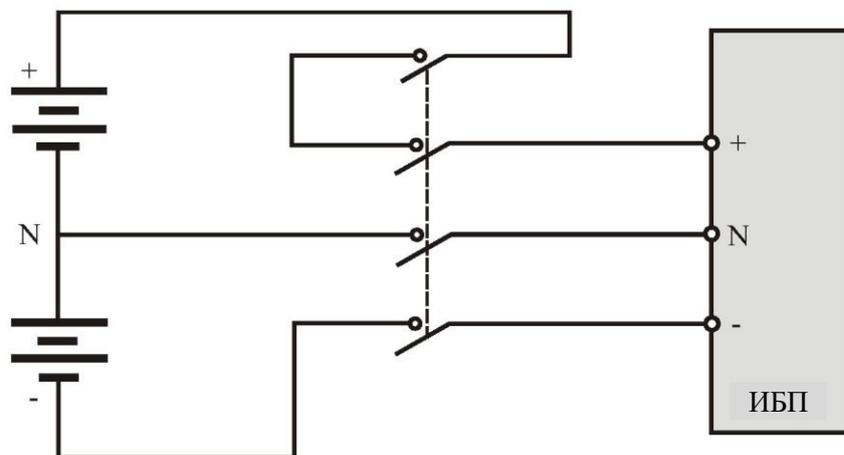

Рисунок 7-2. Схема подключения батарей, выключателя батарей и ИБП (трехпроводное подключение батарей, 30–44 батареи)
2. Если внешняя батарея имеет центральный отвод (от батареи отходят 3 провода), рекомендуется использовать один 4-полюсный автоматический выключатель постоянного тока в литом корпусе. Номинальное напряжение постоянного тока автоматического выключателя должно отвечать следующим требованиям: 250, 500 или 750 В постоянного тока при 1, 2 или 3 полюсах соответственно, а номинальная предельная отключающая способность при коротком замыкании должна составлять 35 кА. Количество гальванических элементов составляет от 30 до 44. Схему подключения батарей, выключателя батарей и ИБП см. на рис. 7-2.